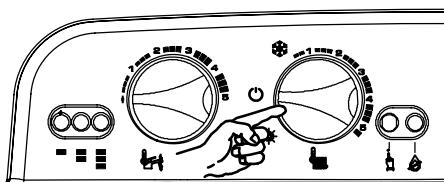

Fig. 5.37 Tablero de mandos
- 9 Colocar el selector **b** como se indica en la **Fig. 5.37** para salir de la programación.